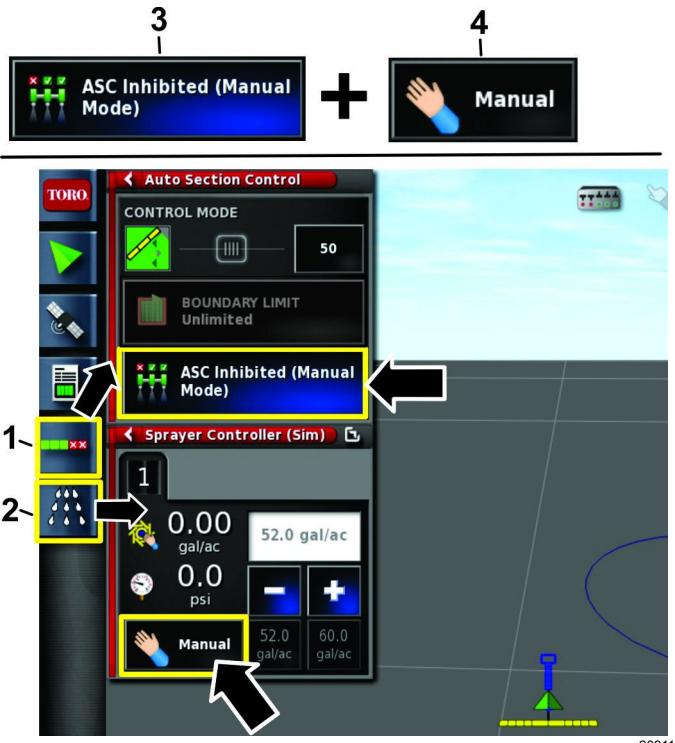

Рисунок 25
1. Нажмите на значок автоматического выбора конфигурации управления и на значок контроллера опрыскивателя (Рисунок 25).
2. Установите управление нормой внесения в положение MANUAL (Ручной РЕЖИМ) (Рисунок 25).